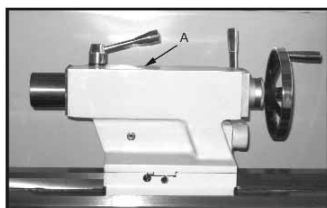

Fig. 8
8. Pinoldok: Smør smøreniplen (A, Fig. 8) øverst på pinoldokken dagligt med Mobil DTE® Oil Heavy Medium.